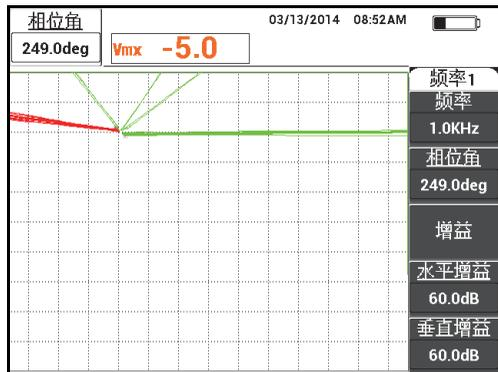

图 5-101 调节频率 1 提高信号的相位角
4. 将探头提起到空中，然后开始轻轻地在标准试块的位置 1 上敲击探头，在敲击的过程中，按相位角键（），然后调节**相位角**（用于频率 1），直到提离信号朝向屏幕的右侧（第 186 页的图 5-101 中的绿色信号）。